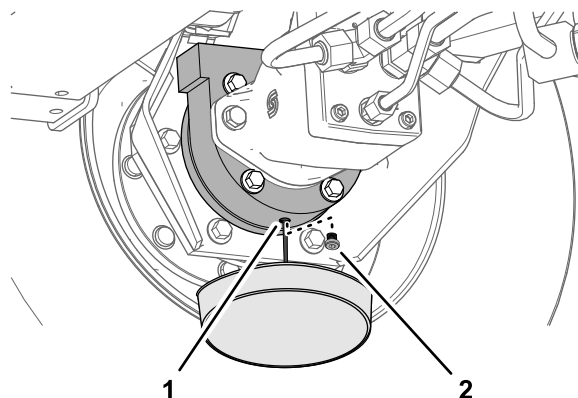

Figura 75
- Amplasați o tavă de golire sub carcasa frânei, îndepărtați buoul de golire i lăsați uleiul să se scurgă complet (Figura 75).